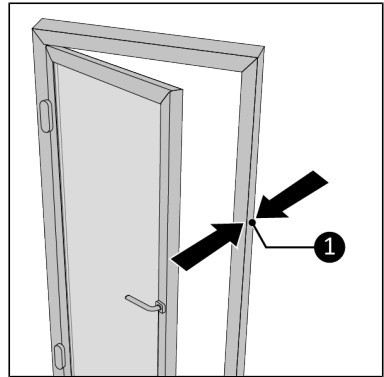

Abbildung 110.
2. Messen Sie die Breite des festen Teils des Fensterrahmens (Abbildung 110, Pos. 1).